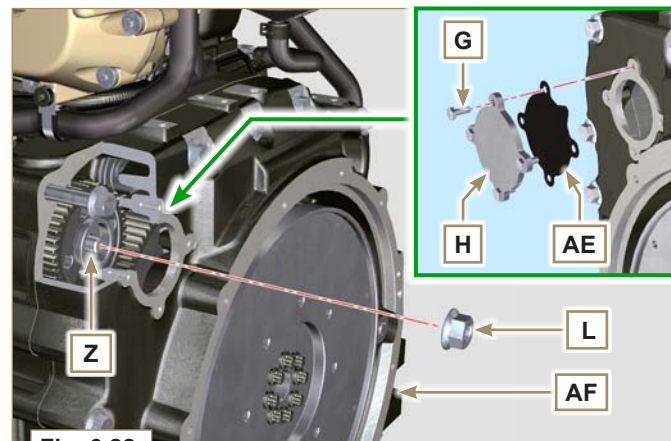

Fig. 6.22
- 7 - Die Mutter **L** festziehen (**Fig. 6.22**) (Anziehmoment **140 Nm**).